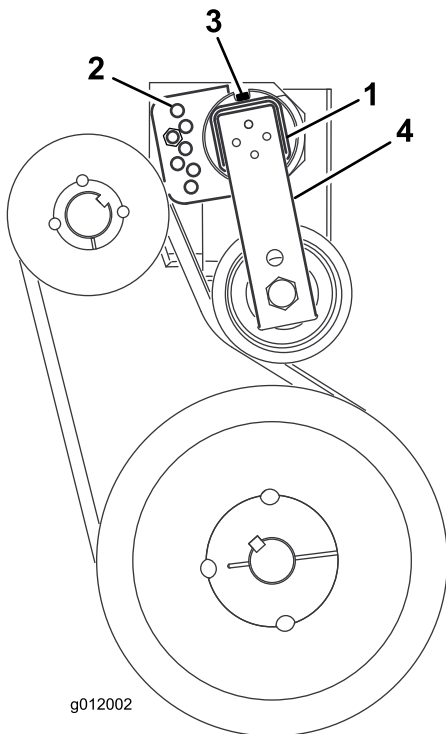

**Bild 13**
1. Nehmen Sie die Kopfschrauben, Scheiben und Muttern ab, mit denen die Riemenschutzvorrichtung am Bläsergehäuse befestigt ist (Bild 13).
2. Nehmen Sie die Riemenschutzvorrichtung ab (Bild 13).